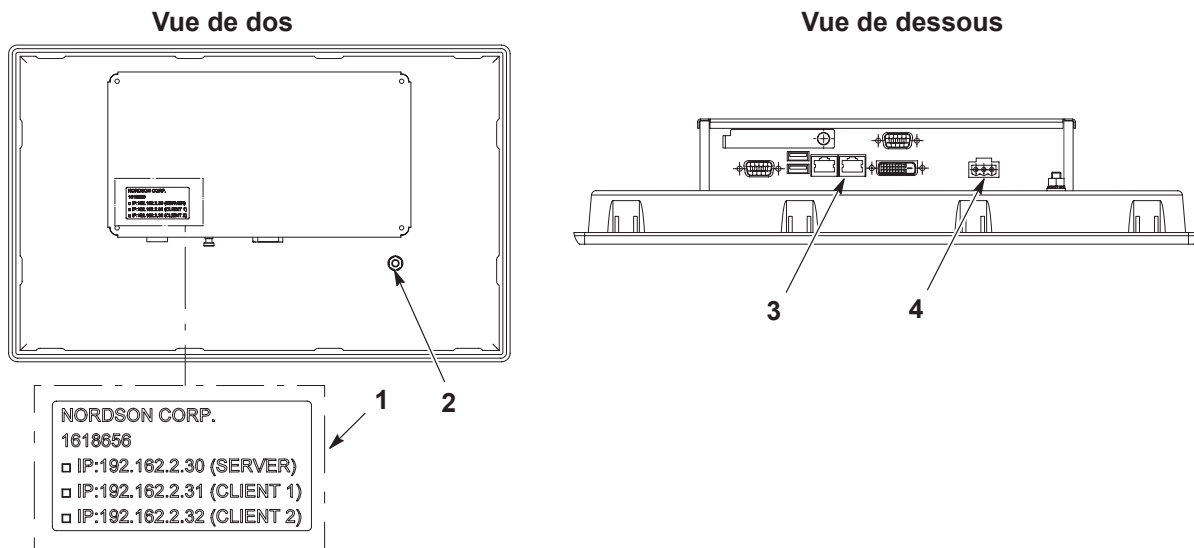

Figure 6-3 Étiquette IP et branchements de l'écran tactile
2. Voir la Figure 6-3. Noter l'adresse IP qui figure sur l'étiquette IPS (1) au dos de l'écran tactile actuel pour une utilisation ultérieure.
3. Déconnecter le branchement à la masse (2).
4. Débrancher le câble l'Ethernet (3) et le faisceau d'alimentation (4).
5. Soutenir l'écran tactile (5) par l'avant de la porte ou du boîtier de l'écran distant tout en retirant les vis à six pans creux (6) et les attaches (7) qui fixent l'écran tactile.
10. Inscrive l'adresse IP appariée notée précédemment sur l'étiquette IP (illustrée à la Figure 6-3) du nouvel écran tactile avant de fermer l'armoire ou l'écran distant.